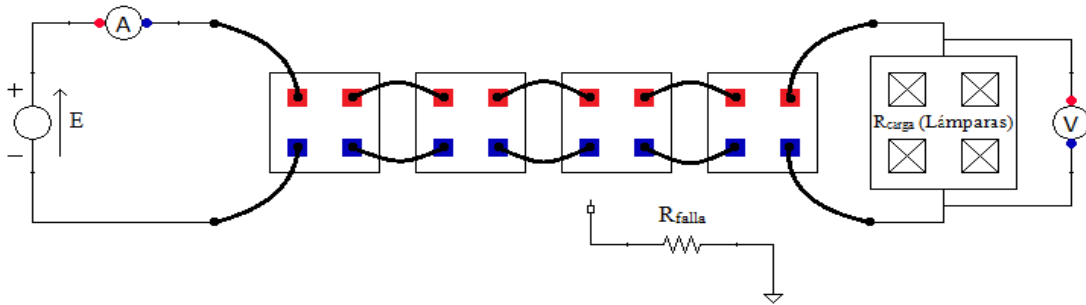

Figura 4. Circuito utilizado para simular un defecto de aislamiento en la línea.
- a) Arme un circuito como el que se muestra en la (Figura 4).